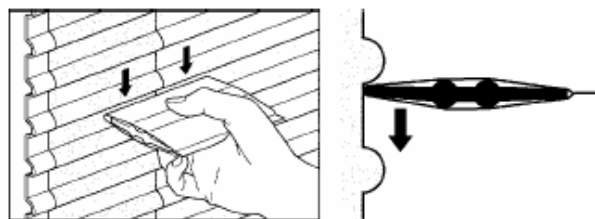

Рис. 19. Повторное прижатие швов
2. Повторно прижать все швы и края графики сильным давлением ракеля с надетой трубчатой скользящей насадкой движениями вверх и вниз. См. Рис. 19.